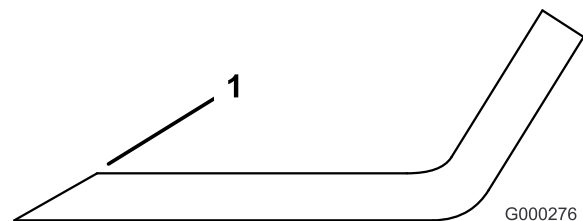

Figure 73
- Aiguissez le tranchant à chaque extrémité de la lame (Figure 73). Veillez à conserver l'angle de coupe d'origine. Limez la même quantité de métal sur chacun des deux tranchants pour ne pas déséquilibrer la lame.